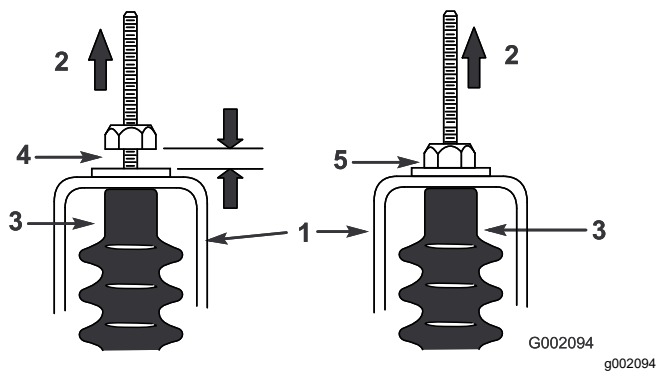

Figure 53
5. Tirez sur chaque câble de sélection et vérifiez qu'un espace de 0,76 à 1,52 mm existe entre l'écrou/la rondelle et la patte de réglage du point mort (Figure 53).